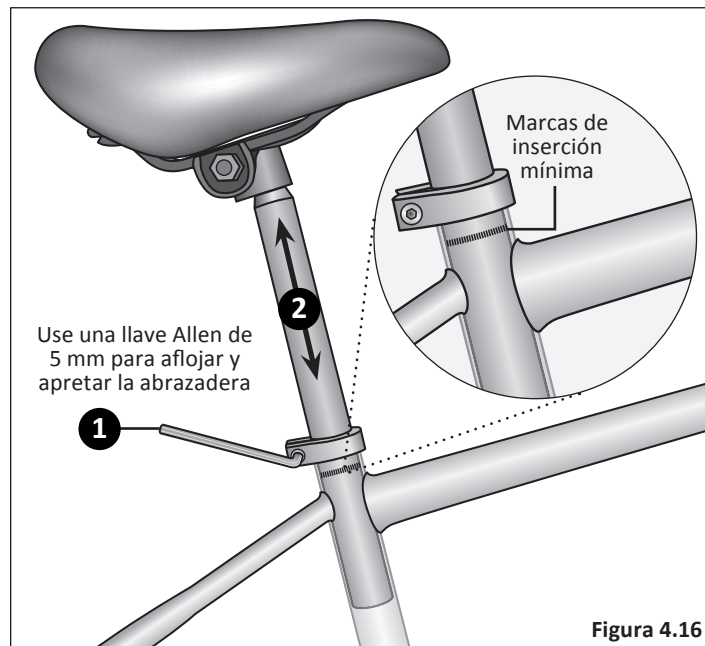

Figura 4.16
- 1 Usando una llave Allen de 5 mm, afloje el perno de la abrazadera del sillín. **Figura 4.16**